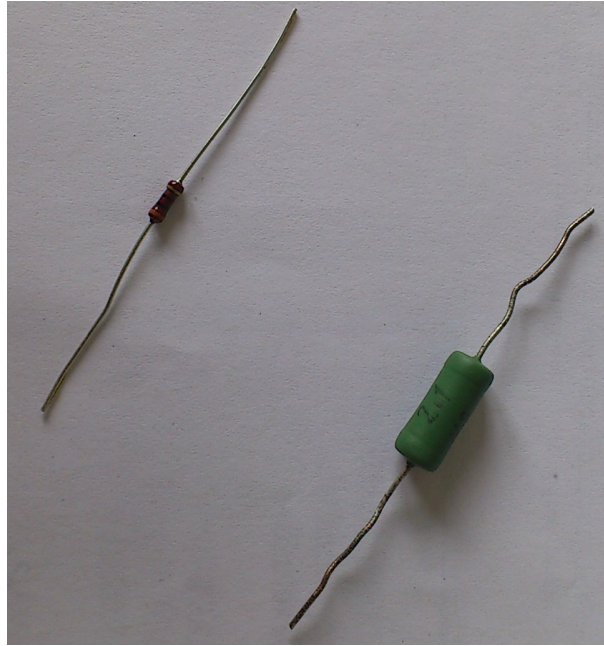

Abbildung 5: Die zu vergleichenden Widerstände im ersten Versuchsteil
1. Vergleich der Messverfahren Wheatstone-Brücke, Kennlinienmessung und Digitalmultimeter: Jedes Team erhält zwei Widerstände mit nahezu gleichem Widerstandswerten (siehe Abbildung 5). Wie groß sind sie und wie genau kann ihr Unterschied mit jedem der drei Verfahren gemessen werden? Tauschen Sie Ihre Messdaten innerhalb des Teams aus.